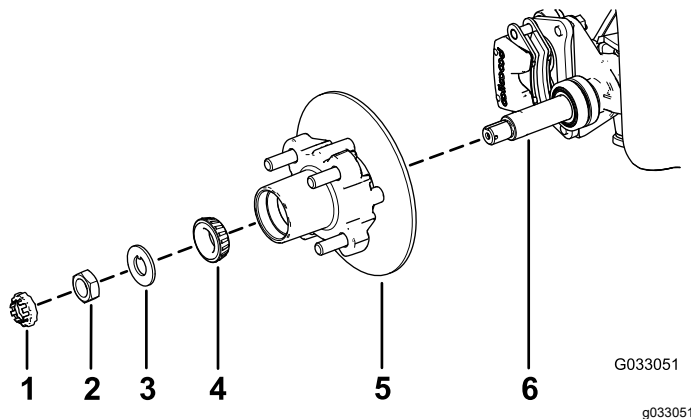

Figure 28
1. Appliquez une fine couche de la graisse spécifiée sur la fusée (Figure 28).
2. Montez le moyeu et le rotor sur la fusée en plaçant le rotor à l'intérieur (Figure 28).
3. Montez le roulement extérieur sur la fusée et poussez le roulement contre la bague (Figure 28).
4. Montez la rondelle-frein à languette sur la fusée (Figure 28).
5. Vissez l'écrou de fusée sur la fusée et serrez l'écrou à 15 N·m tout en tournant le moyeu pour bien asseoir le roulement (Figure 28).
2. Alignez les plaquettes de frein de chaque côté du rotor (Figure 24) et alignez également les trous dans le support d'étrier et ceux de la fixation du frein sur le porte-fusée (Figure 28).